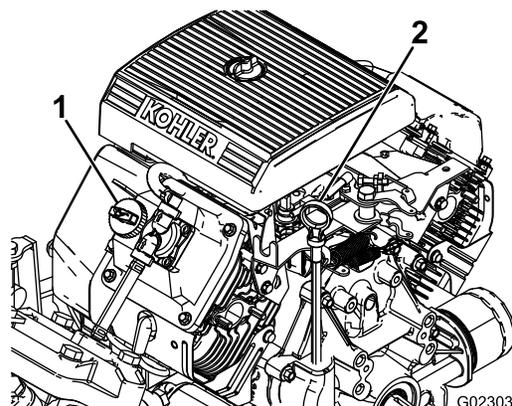

Figura 10
2. Togliete l'asta di livello ed asciugatela con un panno pulito (Figura 10).
4. Se l'olio è insufficiente, togliete il tappo di rifornimento dal coprivalvola (Figura 10) e versate l'olio nel foro finché non raggiunge il segno di PIENO sull'asta; il tipo di olio e la viscosità adatti sono riportati nella sezione Cambio dell'olio motore \(pagina 54\).